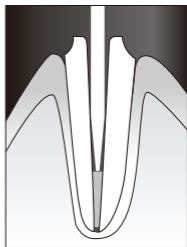

図3
- ① ファイバーポスを根管に試適した状態でX線写真を撮影し、ファイバーポストがポスト形成した先端まで到達しているかを確認します(図3)。